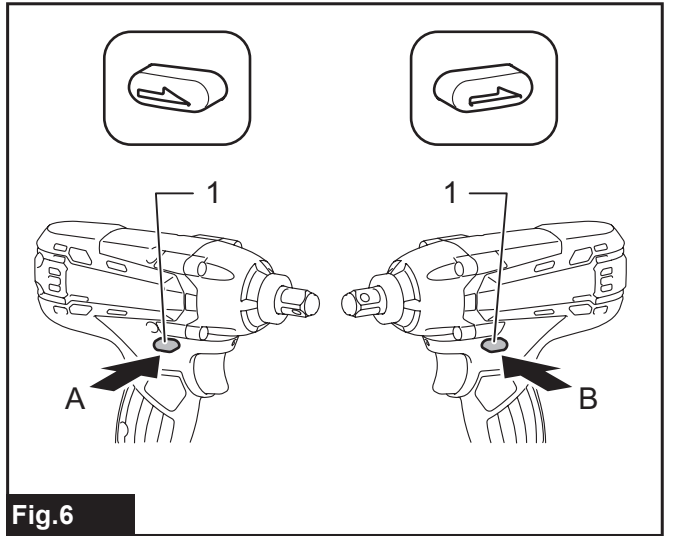

Fig.6
► Rys.6: 1. Dźwignia przełącznika zmiany kierunku obrotów